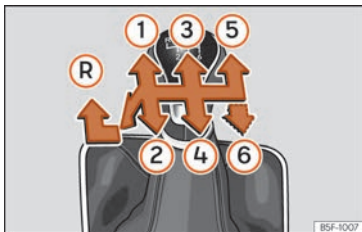

Abb. 55 Schaltschema bei einem 5-Gang bzw. 6-Gang Schaltgetriebe
Auf dem Schalthebel sind die Positionen der einzelnen Fahrgänge dargestellt » **Abb. 55**.
nach vorne schieben, um den Rückwärtsgang » **Abb. 55** (R) einzulegen.